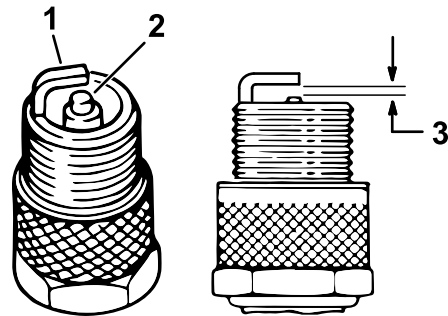

图 40
4. 检查侧电极、中心电极和中心电极绝缘体的状况确保没有任何损坏 图 40。
5. 如 图 40 所示将中心电极与侧电极之间的空隙设置为 **1mm EFI 型号** 或 **0.76mm 化油器型号**。